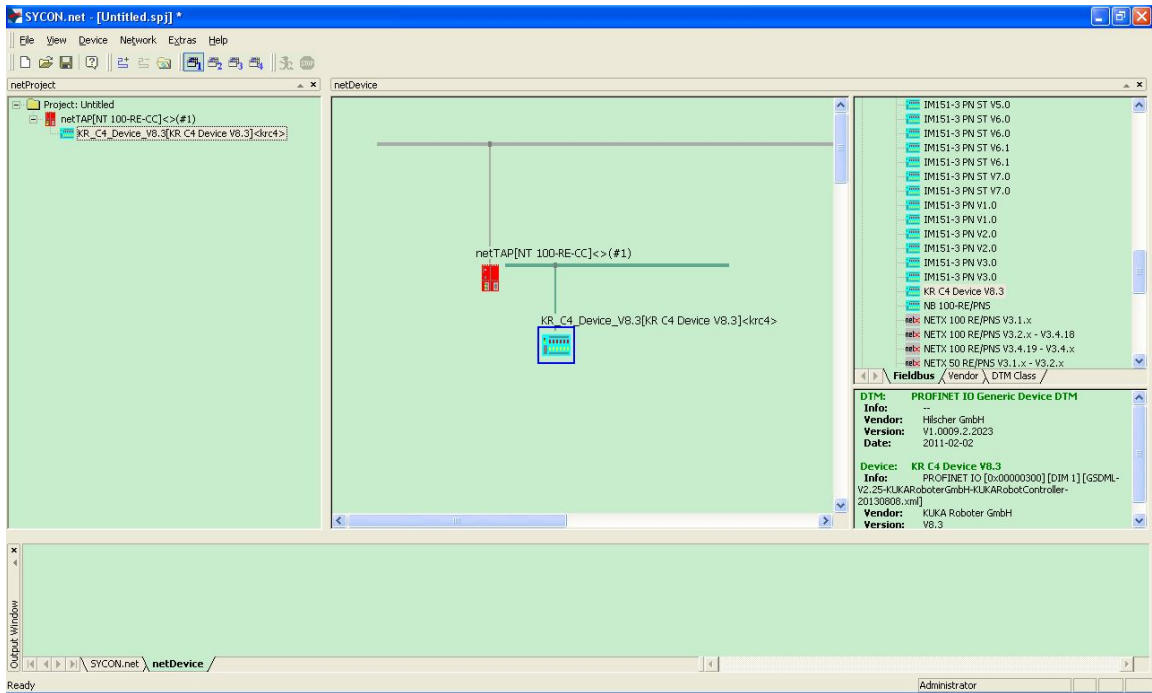

图 15
(15)在软件右侧的“Fieldbus”“PROFINET IO”“Slave”文件夹中选择导入的从站,并拖放到 NT100 图标右侧的 PROFINET 总线上,如图 15 所示。如果有多个从站,则逐个拖放添加。